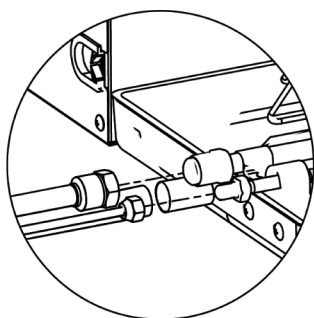

Fig. 15
- (1) Rimuovere il coperchio e il tappo della tubazione.
- (2) Dirigere la parte svasata del tubo in rame verso il centro del giunto svasato. Avvitare a mano il dado svasato, come mostrato in Fig. 15 (assicurarsi che la tubazione interna sia correttamente collegata. Un posizionamento errato della parte centrale impedisce che il dado svasato sia avvitato correttamente. Se il dado svasato è avvitato con forza, la filettatura del dado stesso viene danneggiata).